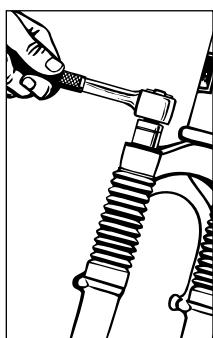

Abb. 3 Q5, Q21
**Einstellung:** Verschiedene Federeinheiten sind beim Händler erhältlich. Die Teleskopgabeln sind nach Wunsch und entsprechend den eigenen Fahrtgewohnheiten, durch Veränderung der Federstärke, einstellbar. Der Q5 Stoßdämpfer hat mittlere Federstärke. Folgende Möglichkeiten sind verfügbar: harte, weiche und Kaltwetterdämpfer für Temperaturen unter 1°C. Das Q21R mikrozellulare Federmagazin enthält vier derbe (blau), eine weiche (rot) und eine harte Feder pro Bein. (siehe Abb. 2) **Veränderung der Federstärke – Quadra 5:** Einfach die Verschlußkappe mit einem 22er Schraubenschlüssel abschrauben und den Stoßdämpfer herausziehen (siehe Abb. 3). Fette den neuen Stoßdämpfer mit leichtgängigem Fett (z.B. Judy Butter, Finish Line, Pedro's oder andere Marken, jedoch kein lithiumhaltiges Fett verwenden) vollständig. Den Justierdeckel
**Quadra 21R:** Um die MCU Feder einzustellen, ist die Verschlußdeckeleinheit abzuschrauben. Dann müssen die Federmagazine entfernt werden. Durch das Benutzen verschiedener Kombinationen weicher (rot), derber (blau) und harter Federn ist nahezu jede gewünschte Federstärke einstellbar. **BEMERKUNG:** Das Fetten der MCU-Magazine ist nicht erforderlich. Montiere die Justierdeckel-Federmagazin-Einheit (der Justierdeckel sollte gerade fest genug auf dem Innenrohr aufsitzen—siehe Abb. 3). Es kann nötig sein, die 4 mm Kronenbolzen zu lockern, um die Justierdeckel zu entfernen.